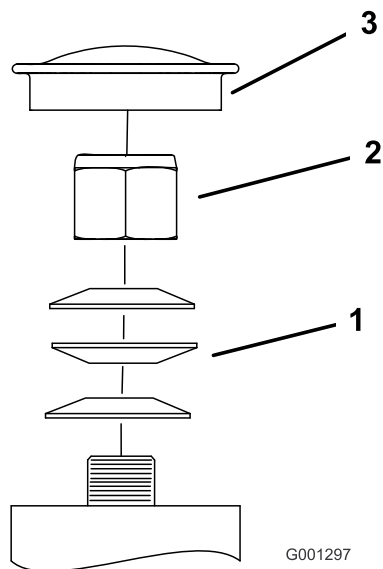

Figure 55
3. Retirez le capuchon antipoussière de la roue pivotante et serrez le contre-écrou (Figure 55).
4. Continuez de serrer le contre-écrou jusqu'à ce que les rondelles élastiques soient aplaties, puis desserrez-le de 1/4 de tour pour obtenir la précharge correcte des roulements (Figure 55).
Important: Veillez à placer les rondelles comme illustré (Figure 55).
5. Remettez le capuchon antipoussière en place (Figure 55).